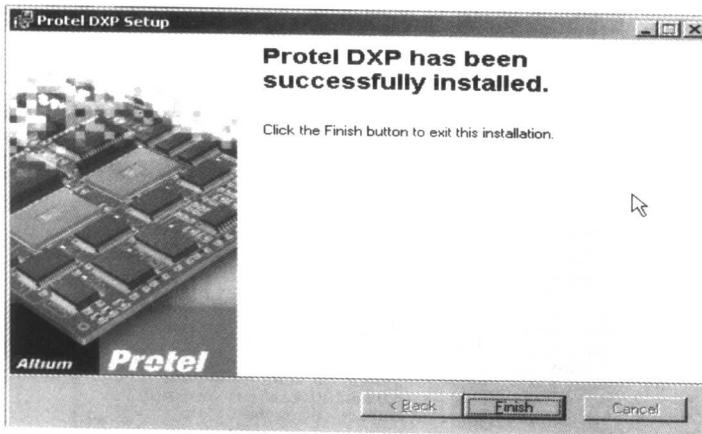

图 1-10 安装完毕对话框
(8) 整个安装过程将会持续 8~15 分钟，安装结束后将弹出如图 1-10 所示的安装完毕对话框，提示用户：“Protel DXP has been successfully installed”（Protel DXP 已经成功安装）。此时，单击【Finish】按钮，即可结束 Protel DXP 基本软件包的安装。